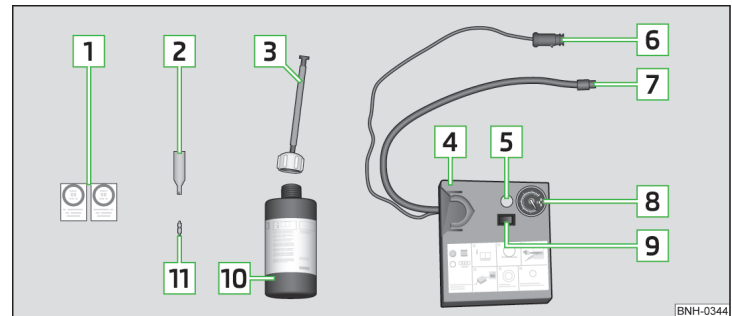

Fig. 133 Prezentarea în principiu: Componentele setului de pană
Componentele setului de pană » fig. 133
- ▶ Lipiți autocolantul corespunzător **1** » fig. 133 la pagina 157 pe planșa de bord, în câmpul vizual al șoferului.
- ▶ Scuturați de câteva ori bine recipientul de umplere a anvelopei **10** » fig. 133 la pagina 157.
- ▶ Înșurubați bine furtunul de presiune **7** » fig. 133 la pagina 157 al compresorului de aer pe ventilul anvelopei.